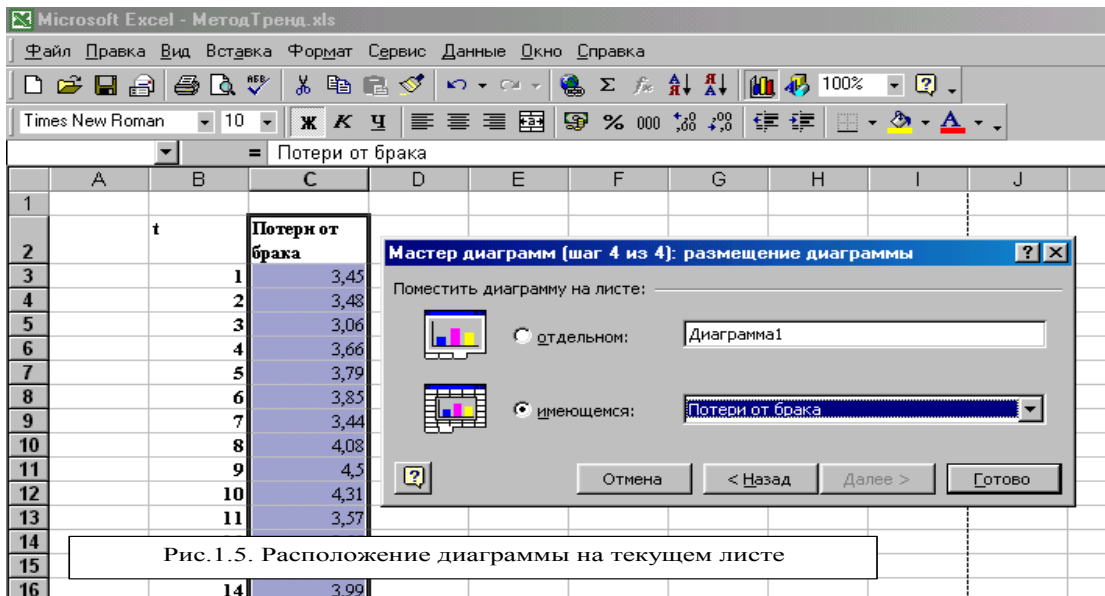

Рис.1.5. Расположение диаграммы на текущем листе
1.5. На последнем этапе определяется местоположение созданной диаграммы (Рис.1.5.).